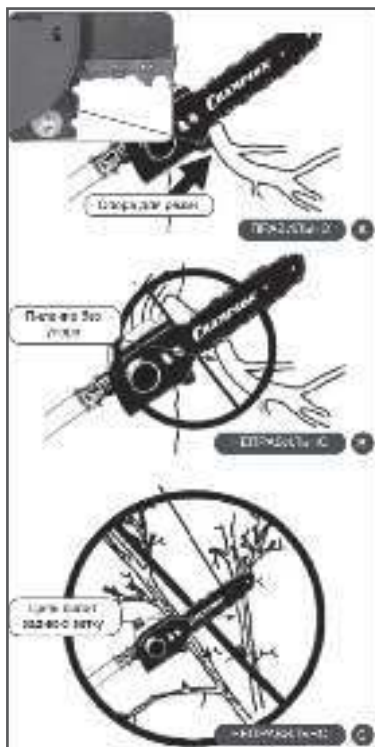

Рис. 11. Положение цепной пилы относительно ветки
6. При пилении плотно прижмите упор к спиливаемой ветке (Рис. 11А). Это предотвратит биение ветки при пилении.
7. Пиление без упора может привести к биению ветки, отскоку шины и потере контроля над положением высотореза (Рис. 11В).
8. Следите за ветками, которые находятся непосредственно позади спиливаемой. Если цепь заденет заднюю ветку, то возможен отскок и потеря контроля над высоторезом (Рис. 11С).